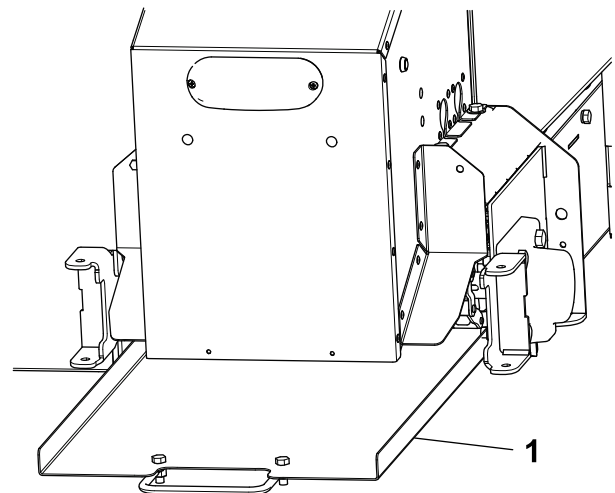

Bild 28
3. Heben Sie den Griff des Reinigungsfachs an, um die Befestigungsschrauben zu umgehen, und schieben Sie das Fach heraus (Bild 28).